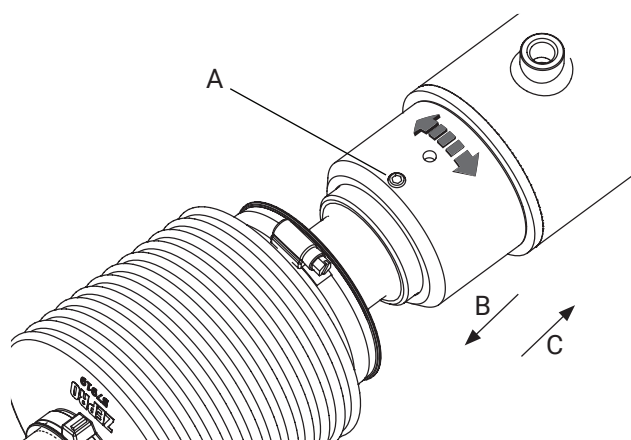

Bild 33. Anslag och dess låsskruv
7. På tilt-cylindern som är monterad på bryggan, lossa låsskruven (A). Skruva anslaget helt tillbaka (B) i riktning mot lyftbryggan. Se Bild 33.
9. Justera anslaget helt mot cylinderns topp (C). Bild 33.
10. Fixera inställningen med låsskruven (A).
Se Bild 33. **Åtdragningsmoment: 3-5 Nm**